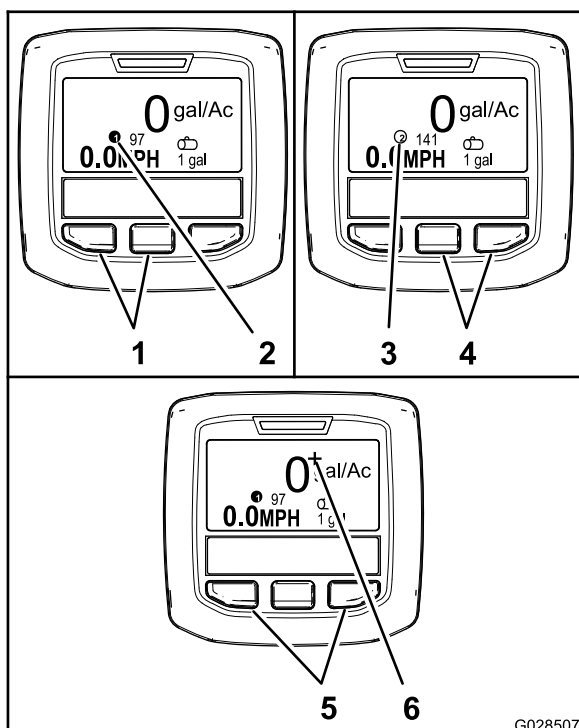

Figura 66
- Per selezionare il volume di applicazione 1, premete i 2 pulsanti di sinistra dell'InfoCenter (Figura 66).
**Nota:** Viene visualizzata un'icona ❶.
- Per selezionare il volume di applicazione 2 (volume di applicazione), premete i 2 pulsanti di destra (Figura 66).
**Nota:** Viene visualizzata un'icona ❷.
- Per applicare temporaneamente il potenziamento del volume di applicazione, premete e tenete premuti i 2 pulsanti esterni (Figura 66).